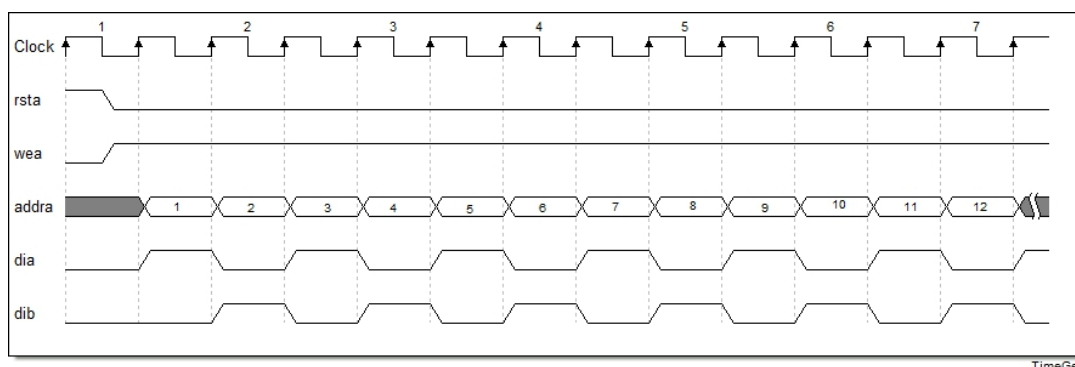

图 22 单口模式时序参考图
1. 单口模式(Single Port RAM)时序图, 图 22 为根据上述单口模式配置的时序参考图.